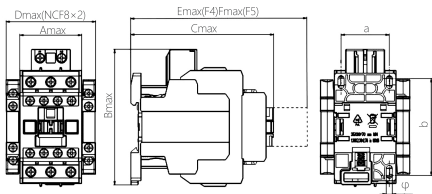

图3 NC8-09~38系列交流接触器外形与安装示意
2.3 NC8-09~38系列交流接触器安装尺寸与外形尺寸, 见图3、4及表4, 型号规格重量见箱贴。